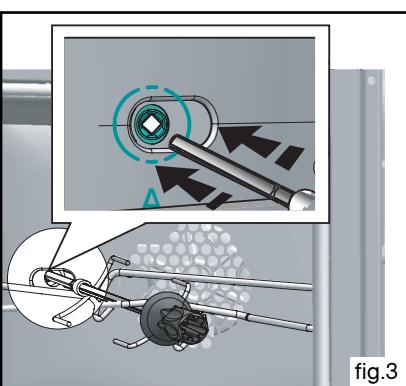

fig.3
• poussez légèrement pour engager la pointe de la broche dans le carré d' entraînement situé au fond du four (fig.3).
Faire levier sur ces pièces afin de déclipper la glace (fig.3).